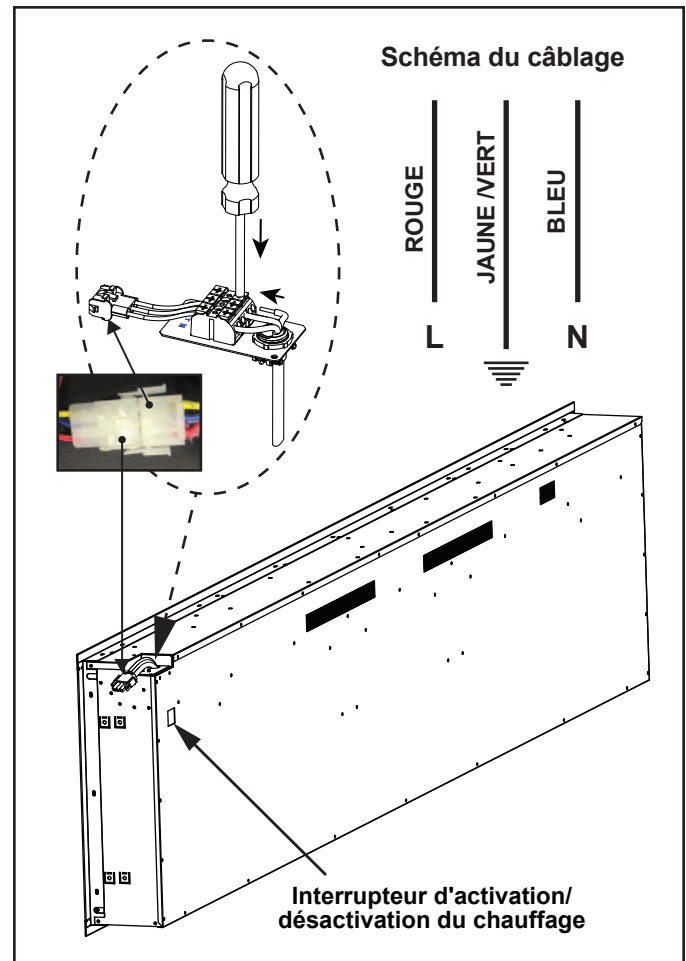

Figure 4.2 Installation câblée
3. Raccordez le fil de type NM-B au bornier, assurez-vous que les connexions sont sécurisées et serrez le serre-câble. Pour insérer les conducteurs de fil dans le bloc de jonction, appuyez sur les bornes à ressort du bloc de jonction à la main ou utilisez un tournevis. Voir la figure 4.2.